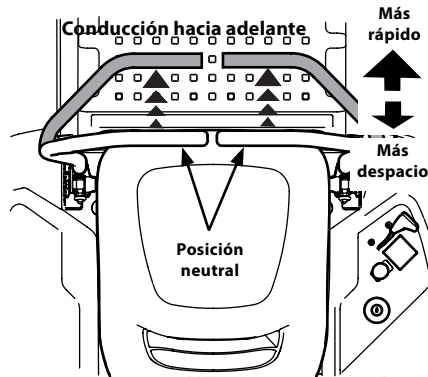

Figura 3-4
- Mueva las palancas de control lenta y suavemente hacia adelante. El tractor comenzará a desplazarse hacia adelante. Consulte la Figura 3-4.